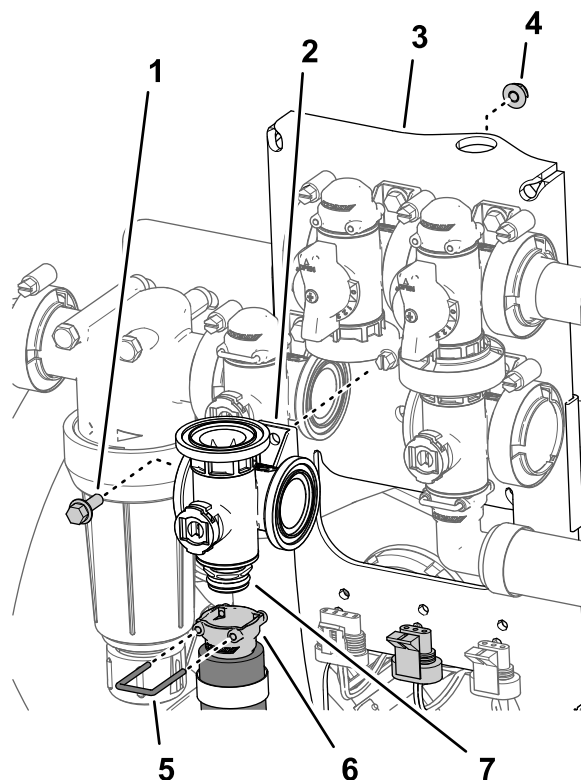

Figure 116
- Retirez l'étrier qui fixe la douille de raccordement rapide à au raccord rapide du collecteur de la vanne d'agitation (Figure 116).
- Retirez le boulon à embase (1/4" x 3/4") et le contre-écrou à embase (1/4") qui fixent la vanne d'agitation au support, puis déposez le collecteur de la machine (Figure 116).